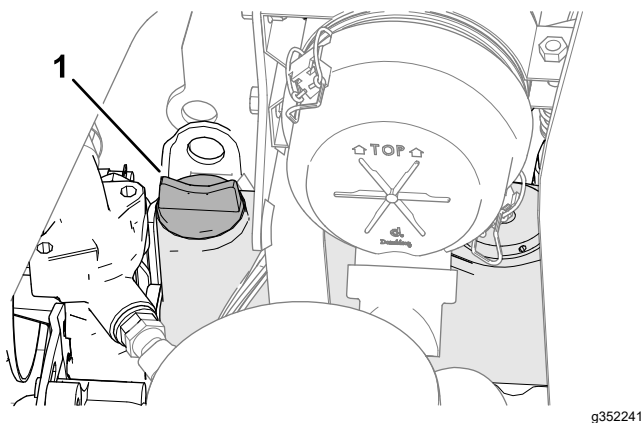

Рисунок 67
5. Если уровень масла ниже допустимого, снимите крышку маслозаливной горловины (Рисунок 67) и постепенно, небольшими порциями долейте масло, периодически проверяя его уровень, до отметки «Полный» на масломерном щупе.